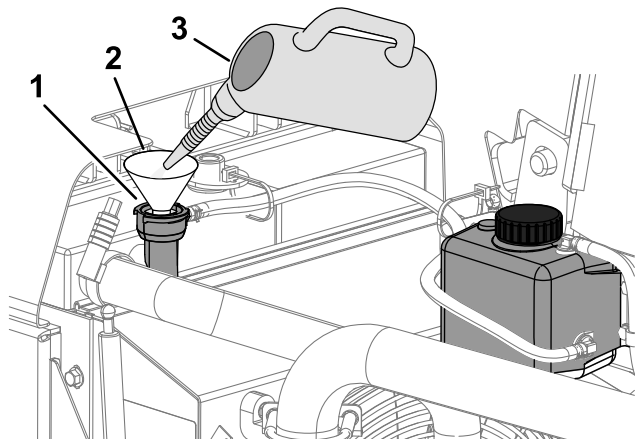

Рисунок 107
- B. Залейте чистящий раствор для системы охлаждения в радиатор через заливную горловину (Рисунок 107).